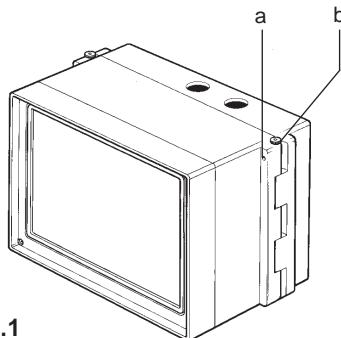

Рис.1
1. Отдайте винты 'а' (Рис. 1).